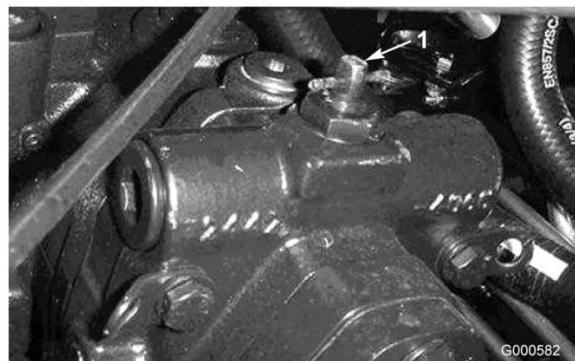

図 18
2. バイパス・バルブのレバー（図 18）を右または左に90°回転（4分の1回転）させると内部でバイパスが形成される。これにより、トランスマッショングルーバーを破損することなく機械を押して移動できるようになる。バルブを開けたとき、どちらの方向に回したかを覚えておくこと。